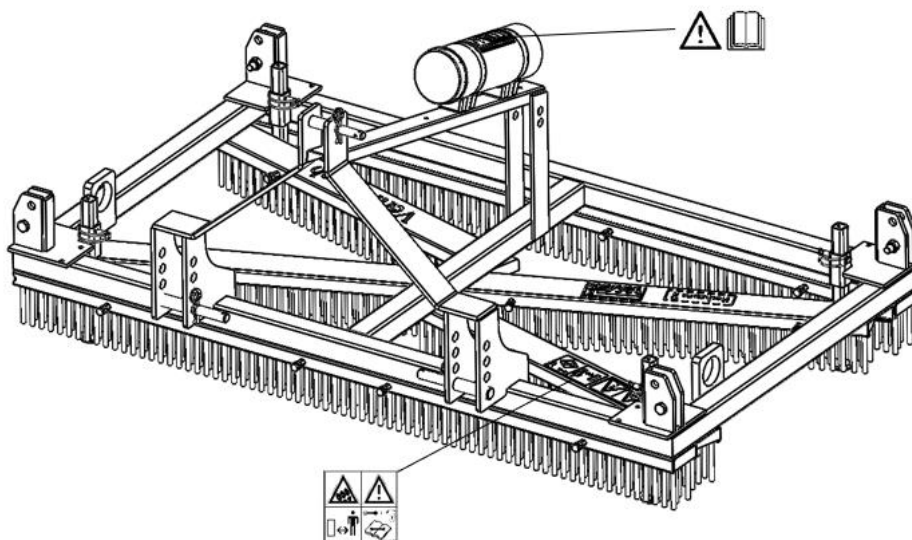

Fig. 5
A ambos lados del Verti-Comb hay (Fig. 5) pegatinas de seguridad (Fig. 2, 3, 4) dejando ver estos avisos. Estas pegatinas de seguridad siempre deben ser bien visibles y legibles. Deben ser repuestas cuando son dañadas.
(7) Colocación de pegatinas de seguridad. (Fig. 5)